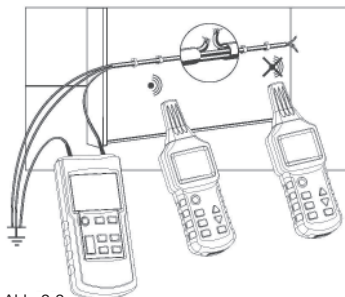

Abb. 2-2
des Transmitters an. Schließen Sie den Anschluss (11) des Transmitters an eine geeignete Erde an. Alle anderen Adern des Kabels müssen ebenfalls an den Transmitter und dieselbe Erde angeschlossen werden (siehe Abb. 2-2). Schalten Sie den Transmitter über die Taste (2) ein. Wenn das LCD-Display des Transmitters das Eingangsbild anzeigt, ertönt der Summer. Drücken Sie die Taste (3) des Transmitters, um zu dem Bild für die Einstellung der Sendeleistung zu gelangen, und drücken Sie dann die „Auf“-Taste (7) oder die „Ab“-Taste (6), um die Sendeleistung auszuwählen (Leistung I, II oder III). Nachdem die Leistung eingestellt ist, drücken Sie zum Verlassen des Bildes die Taste (3). Falls Sie den Übertragungs-Code ändern möchten, drücken Sie die Taste (5) des Transmitters ungefähr eine Sekunde lang, und drücken Sie dann die „Auf“-Taste (7) oder die „Ab“-Taste (6), um den Übertragungs-Code (F, E, H, D, L, C, O oder A, standardmäßig F) auszuwählen. Drücken Sie zum Verlassen die Taste (5). Drücken Sie dann die Taste (4) zum Senden der Informationen. In diesem Moment breiten sich die konzentrischen Kreise (7) auf dem LCD-Display graduell aus, das Symbol (8) zeigt den vom Transmitter empfangenen Übertragungs-Code und das Symbol (9) die Signalintensität an. Drücken Sie die Taste (4) des Empfängers, um den Empfänger einzuschalten. Wenn das LCD-Display des Empfängers das Eingangsbild anzeigt, ertönt der Summer, und der Empfänger geht standardmäßig auf den Automatik-Modus. Bewegen Sie die Sonde des Empfängers langsam entlang des Kabels bis zur Unterbrechung. Wenn das Symbol (3) des Empfängers die Sendeleistung anzeigt, zeigt (8) den vom Transmitter übertragenen Code und (9) die dynamische Signalintensität an, und der Lautsprecher ändert seinen Ton zusammen mit der Änderung in der Signalintensität. Wenn die Sonde des Empfängers die Unterbrechung passiert, zeigt sich in der von (9) und (6) angezeigten Signalintensität ein deutlicher Abfall, bis sie völlig verschwindet. Drücken Sie in diesem Moment die Taste „MANUAL“ (8) des Empfängers, um zum manuellen Modus umzuschalten, und nutzen Sie dann die Tasten (9) und (10), um die Empfindlichkeit so weit wie möglich zu reduzieren, während Sie gleichzeitig sicherstellen, dass (8) am Display des Empfängers die vom Transmitter übertragenen Code anzeigen kann. Dies ist dann der Bereich, wo die Unterbrechung gefunden wurde.